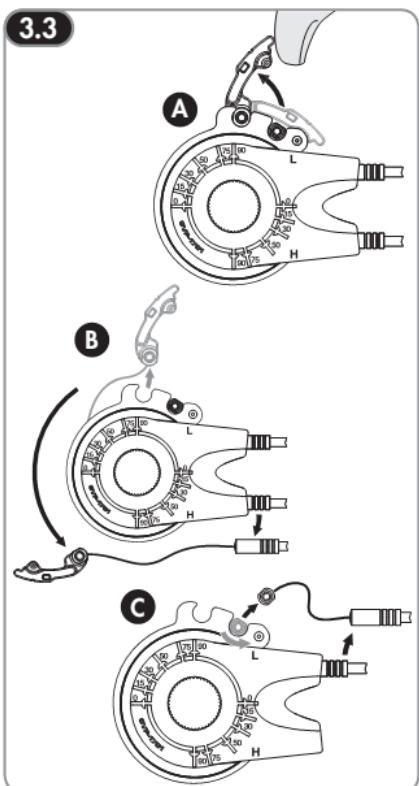

Abbildung 9: Lösen der Kabel der Gangschaltung, um die Abnahme des Rades zu ermöglichen
- 3 - Die Kabelklemmen wie bei A, B und C in Abbildung 9 beschrieben abnehmen.